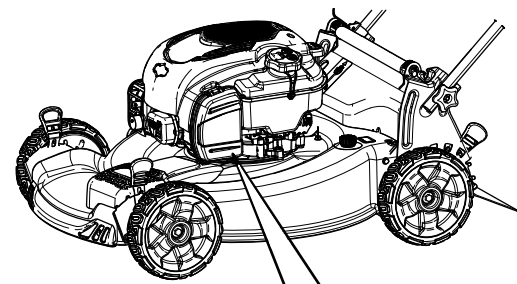

Figure 30
1. Déclipsez le haut du couvercle du filtre à air (Figure 30).
2. Déposez le filtre à air (Figure 30).